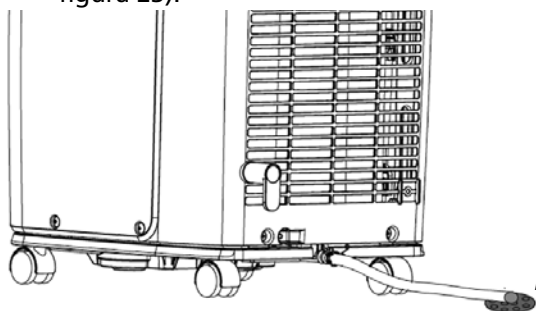

Figura 23
- 5** Per scaricare l'acqua di condensa, estrarre il tubo dal supporto e scaricare l'acqua di condensa in un pozzo di scarico o in una vasca di raccolta (vedere la figura 23).